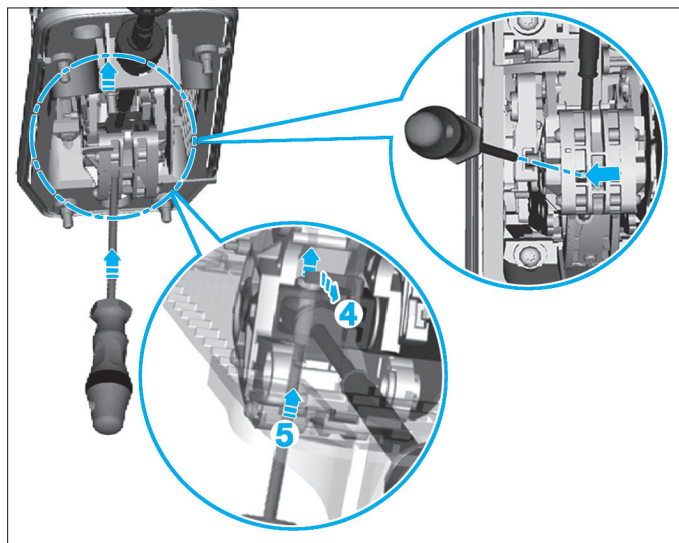

Fig. 24
- Pousser simultanément la languette (4) vers l'avant et enfoncer le pivot (5) vers le haut (Fig.24).